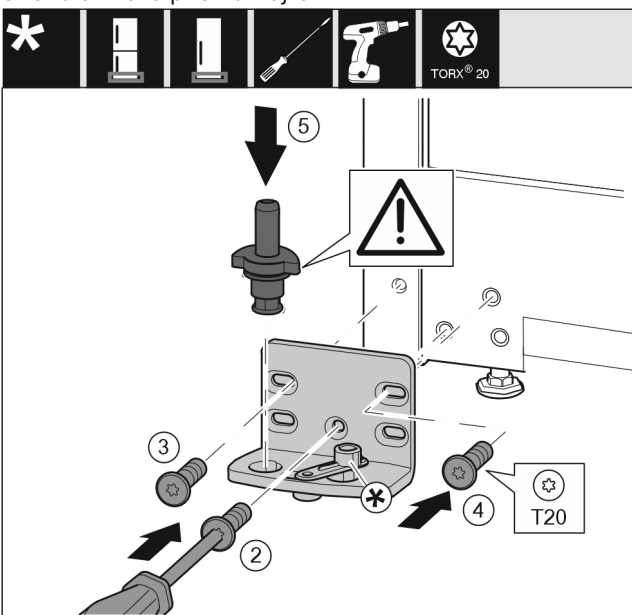

Fig. 16
- Nasadte ložiskovú konzolu na druhú stranu a priskrutkujte ju pomocou skrutkovača. Začnite skrutkou Fig. 16 (2) dole v strede.
- Pevne utiahnite skrutku Fig. 16 (3) a skrutku Fig. 16 (4).
- Úplne nasadte ložiskový čap Fig. 16 (5). Dbajte pritom na to, aby zaistovací doraz ukazoval smerom dozadu.